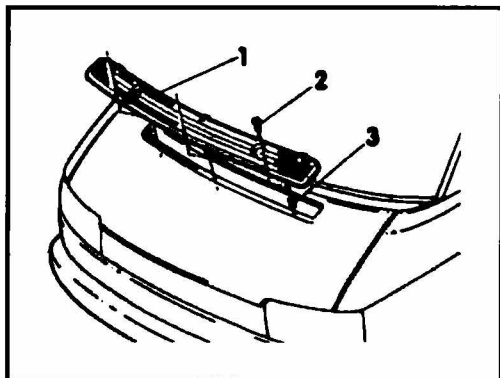

Рис. 10.12 Крепление решетки капота - модели до 1996 г выпуска
◆ Удалите вентиляционную решетку (1, см. рис. 10.12) отвернув 3 винта (2) с крестообразным шлицем.
- ◆ Вставьте вентиляционную решетку и закрепите ее тремя винтами. Дефектные гайки (3) замените (см. рис. 10.12).